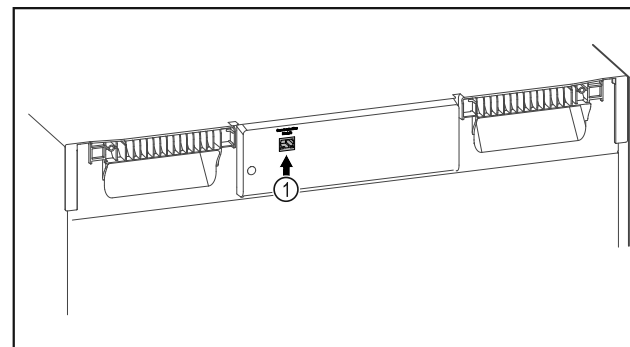

Fig. 115
- ❑ SmartModule Fig. 115 (1) inserito.